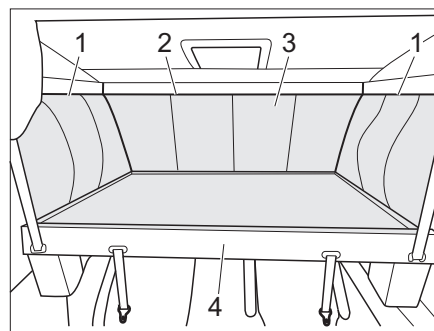

Fig. 83 Acceso a la caja de la persiana
- Bajar la cama elevada (Fig. 83,4) (ver capítulo 7.15.3).
- Para soltar la bolsa de la cama elevada (Fig. 83,3), abrir las cremalleras laterales (Fig. 83,1) en la zona superior de delante hacia atrás y en la zona delantera (Fig. 83,2).
- Retirar bolsa de la cama elevada (Fig. 83,3) (cierre con velcro).